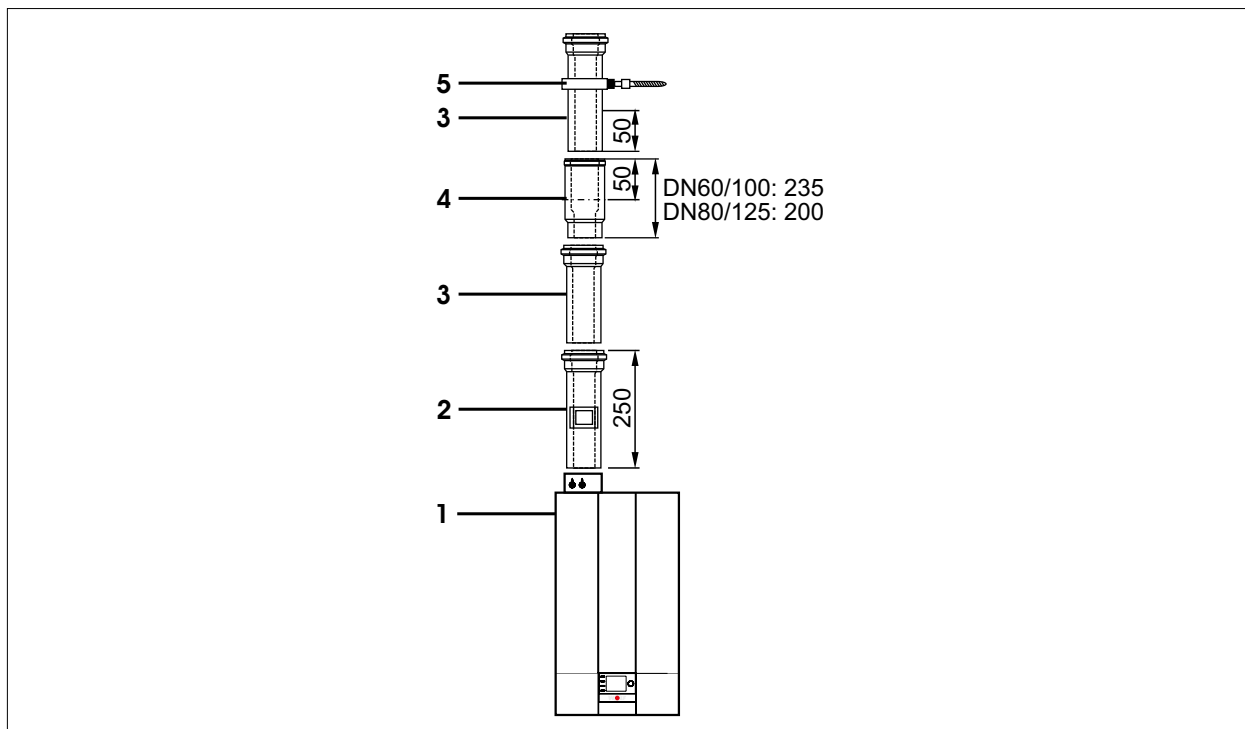

Рис. 5.9 Пример воздуховода/дымохода [мм]
- ▶ Вставить разъединительное устройство (6) (Рис. 5.9 Пример воздуховода/дымохода [мм]) до упора в предыдущую муфту (5).
- ▶ Вставить следующий воздуховод/дымоход (5) 50 мм в муфту разъединительного устройства (6).
- ▶ Обязательно закрепить воздуховод/дымоход (5) в этом положении, например, с помощью скобы с относом (7) или стопорным винтом со стороны воздуховода.